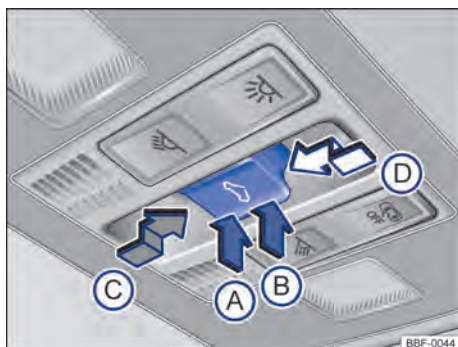

Fig. 59 En el revestimiento del techo: teclas para el techo solar y cortina de protección solar.
- Levantar el techo corredizo: presionar la tecla → **fig. 59** **(B)** hasta el primer nivel. Recorrido automático: presionar la tecla **(B)** hasta el segundo nivel.